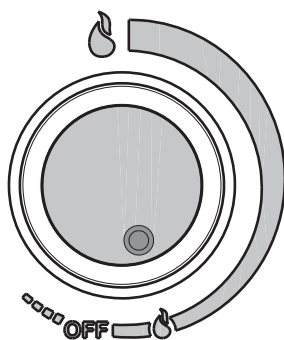

fig. 8B
- For å slå på varmtvannsberederen mot klokken still "A" posisjon den på "☺" symbol (fig. 8B).
Sparemodus settes inn ved å vri på bryteren "A" til oppnåelse av "☺" posisjon (fig. 8B). Innsettingen av spareinnretningen gjør det mulig å begrense den termiske kraften som leveres når bruksbehovene ser generelt lave (lavt termisk hopp eller reduserte opptaksstrømninger som for eksempel, om sommeren).